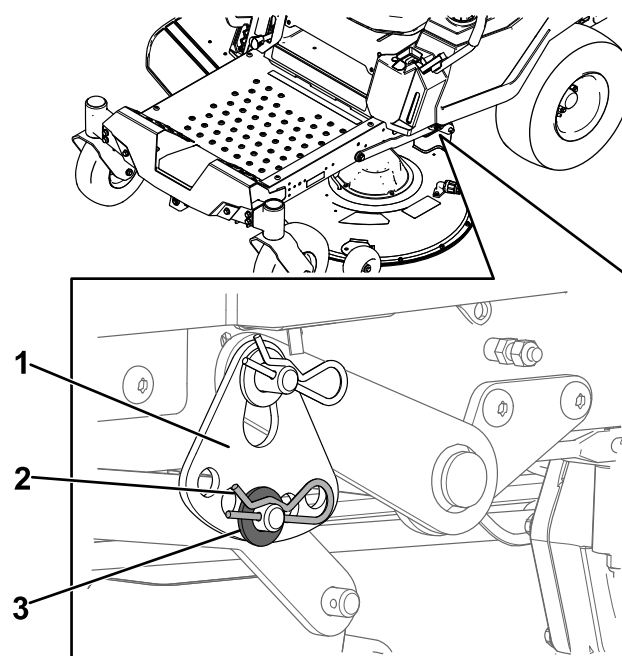

Figure 61
6. Retirez la goupille fendue et la rondelle de l'axe inférieur du bras de levage (Figure 61).